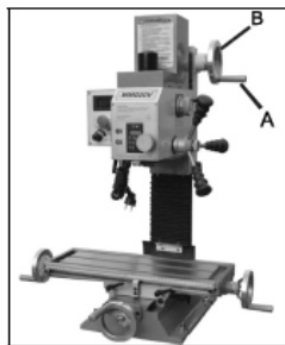

Fig. 02
1. Skru håndtagene (A, fig. 02) på håndhjulet (B, fig. 03) og spænd.